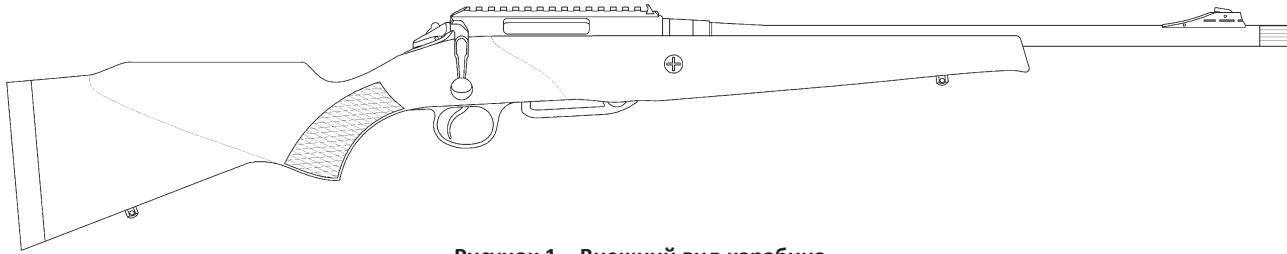

Рисунок 1 – Внешний вид карабина
1.1.1 Карабин охотничий «145 Лось» (рисунок 1) предназначен для различных видов охоты в условиях всех макроклиматических районов на суще.